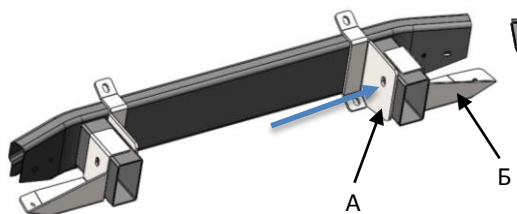
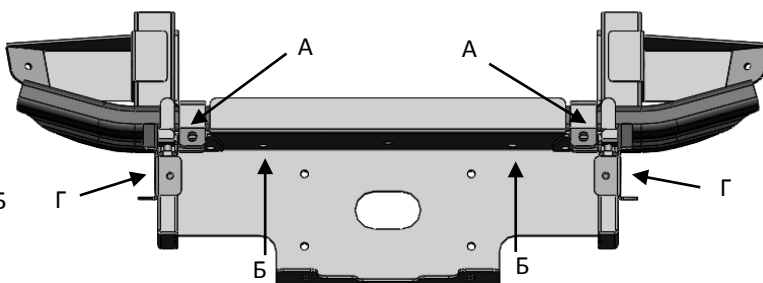
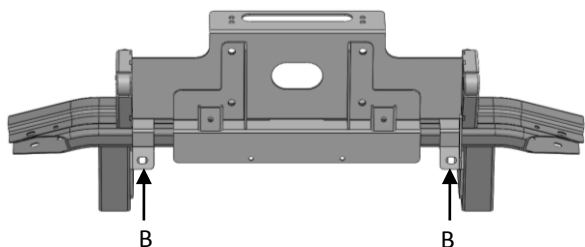

Рис.13
Рис.14
Рис.15
6. Завести левый и правый кронштейны площадки лебедки А за переднюю балку рамы и установить боковые кронштейны крепления бампера Б, закрепить их болтами М10х90 (рис.13).
7. Установить площадку лебедки на передней балке рамы и закрепить в местах А болтами М12х35, в местах Б болтами М10х50 (рис.14), в местах В болтами М12х35 (рис.15). **ВНИМАНИЕ! Болты не затягивать!**
8. Выровнять площадку лебедки относительно кузова автомобиля и затянуть все болты в следующем порядке: болты А (рис.14), болты В (рис.15), болты Б (рис.14), болты М10х90 (рис.13). **ВНИМАНИЕ! Фиксирующие болты Г (рис.14) не затягивать!**
11. Снять бампер с металлического каркаса. Затянуть фиксирующие болты **Г** (рис.14) и снова закрепить бампер на металлическом каркасе.
15.*** Для дополнительной фиксации бампера разметить и просверлить 2 отверстия Ø12 мм через боковые кронштейны **Б** (рис.13) и закрепить бампер болтами М10х35.